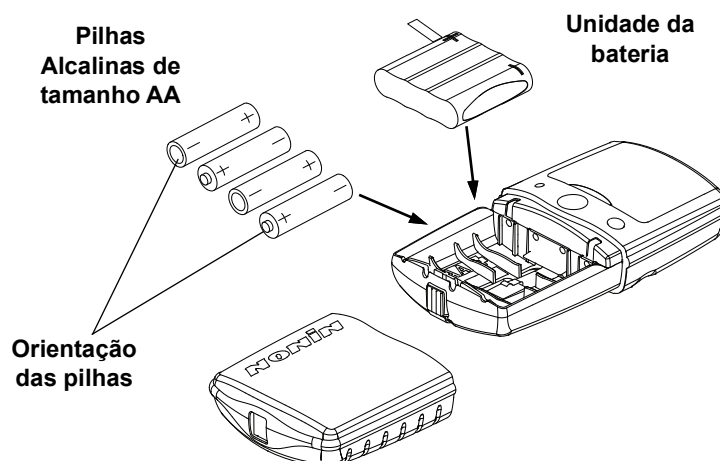

Figura 3: Instalação das pilhas
2. Coloque 4 pilhas alcalinas de tamanho AA novas ou uma bateria NiMH recarregável. Certifique-se de que coloca as pilhas na posição correcta, como indicado pelas marcas de polaridade (+ e -) dentro do compartimento das pilhas (figura 3).